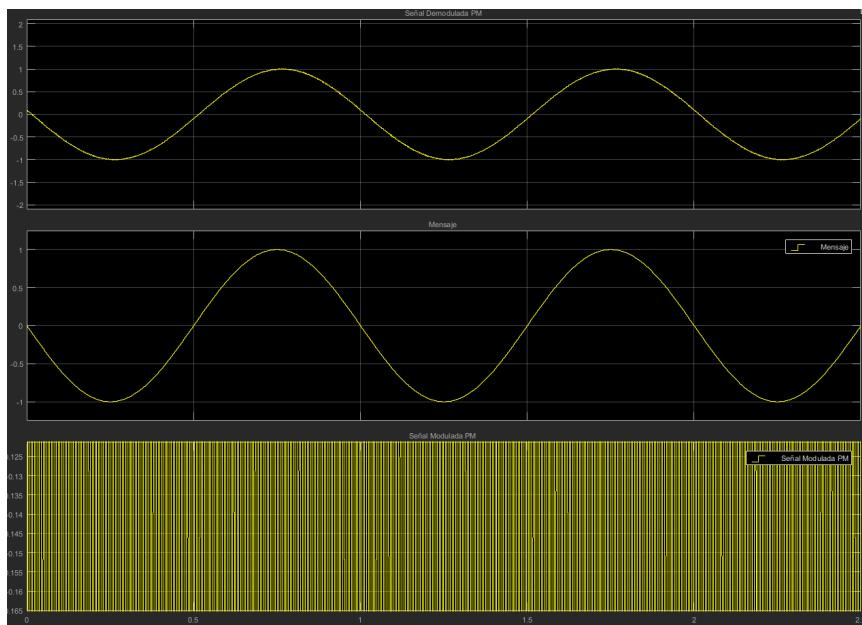

Figura 7: Señales del mensaje, modulación y demodulación para un esquema de modulación y demodulación PM.
4. Con base en los puntos anteriores, lleve a cabo una configuración de desviaciones de fase de $\frac{\pi}{4}$ y $\frac{\pi}{2}$, cambiando el orden del filtro con parámetros de 4, 10 y 30. En la figura 7 se muestran las señales temporales para modulación PM (*e.g* con una desviación de fase de $\frac{\pi}{2}$). **NOTA: Documente las señales temporales según las configuraciones realizadas de desviación de fase y orden del filtro.**